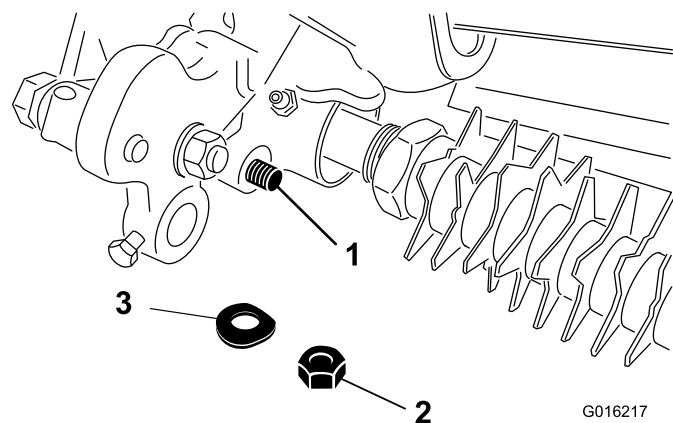

Figura 11
23. Fissate l'estremità dell'asta del gruppo braccio regolatore al gruppo di rotazione del groomer con una rondella Belleville e un dado di bloccaggio (Figura 11).
28. Fissate l'estremità dell'asta del gruppo braccio regolatore al gruppo di rotazione del groomer con una rondella Belleville e un dado di bloccaggio (Figura 11).